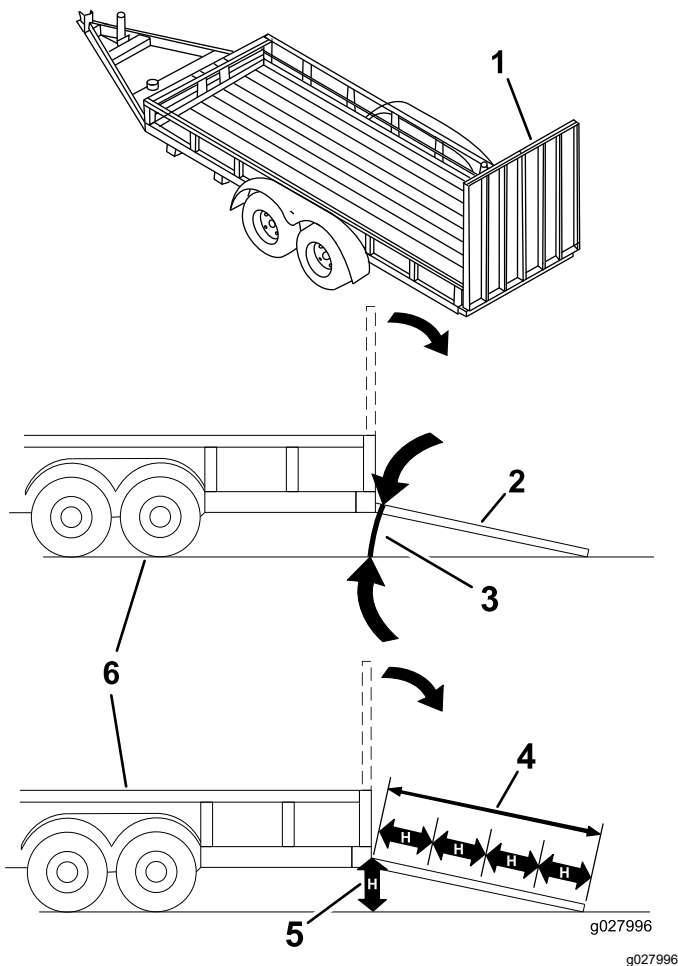

Рисунок 34
При погрузке машины на прицеп или грузовик повышается вероятность опрокидывания, что может привести к получению тяжелой травмы или гибели (Рисунок 34).
3. Опустите наклонный въезд, убедившись, что угол между наклонным въездом и поверхностью земли не превышает  $15^\circ$  (Рисунок 34).
1. Опустите наклонный въезд, убедившись, что угол между наклонным въездом и поверхностью земли не превышает 15 градусов (Рисунок 34).